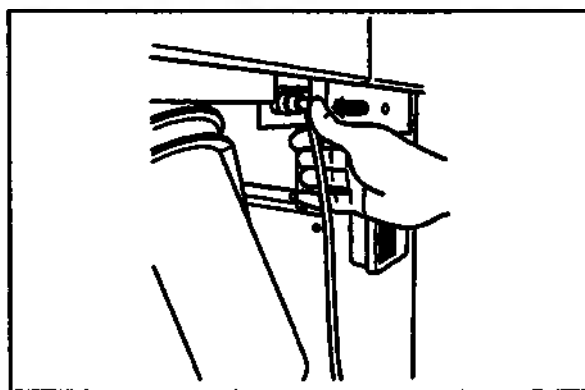

Рис. 6.2
7. Опустите конец трубки от фильтра в сосуд, ранее установленный перед OER- и, придерживая её рукой, присоедините другой конец трубки к верхнему коннектору корпуса водяного фильтра (не присоединяйте трубку к нижнему коннектору корпуса водяного фильтра) (см. рис. 6.2).